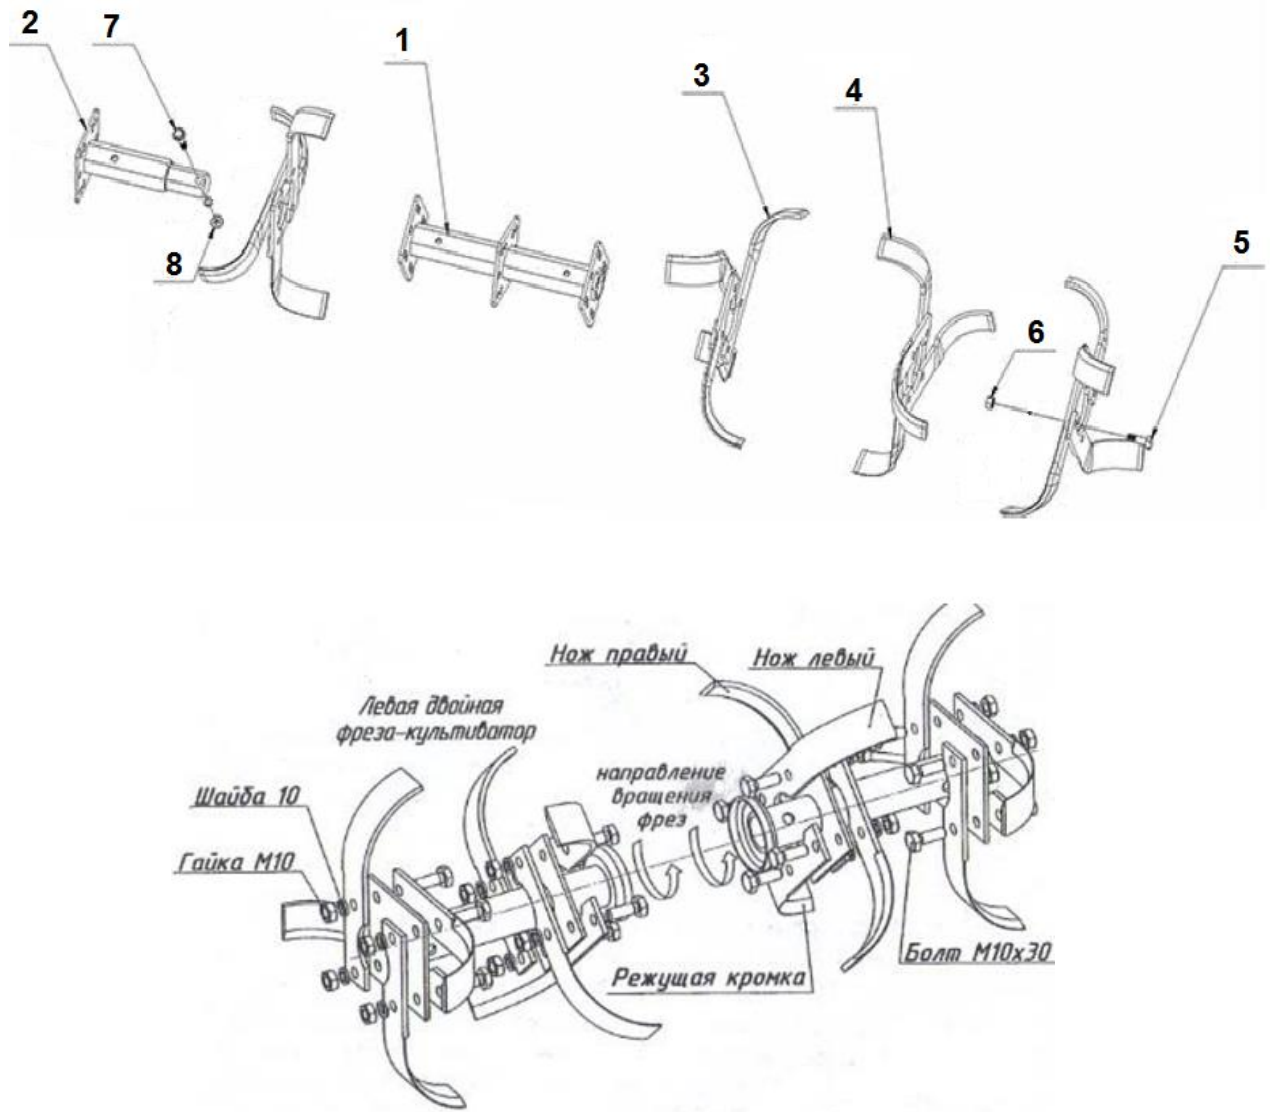

Рисунок 3 – Сборка фрез
1. Установите и закрепите болтами на фланцах осей фрез ножи (2 правых и 2 левых ножа на фланец, рис.3 поз.3 и 4);
2. При необходимости большей ширины обработки, вставить в ось и закрепите дополнительную ось с фланцем (рис.3 поз.2);